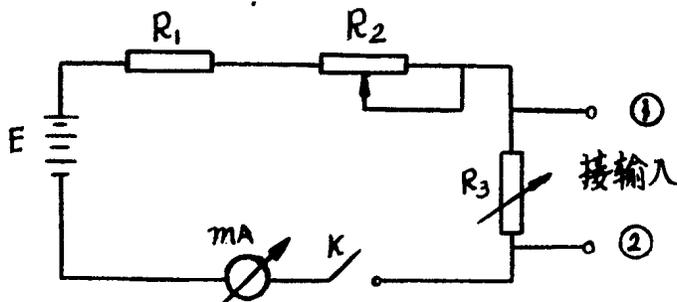

图2 直流毫伏信号发生器
- (1) 将接线板之⑦⑧端子接上 $3\text{ K}\Omega$ 模拟负载电阻。
- (2) 将接线板之④⑤端子接锰铜线绕电阻 (阻值相当于电热偶电势为零的温度下, 冷端温度补偿之电阻值)。⑤⑥端子短接。
- (3) 将接线板之⑩⑪端子接120V 稳压电源。
- (4) 将接线板之①②端子接模拟信号：如图2 (暂不开启开关K)。
(1) 将接线板之⑦⑧端子接上 3 K Ω 模拟负载电阻。
(2) 将接线板之④⑤端子接锰铜线绕电阻(阻值相当于热电偶电势为零的温度下冷端温度补偿电阻), ⑤⑥端子短接。
(3) 将接线板之⑩⑪端子接120 V 稳压电源。
(4) 将接线板之①②端子接模拟信号如图 2。
(5) 预热 3 分钟从输出测量孔接入毫安表观察输出。
(6) 根据被测温度下限值, 于热电偶毫伏——温度对照表上查得相应的毫伏值。
(7) 将查得毫伏值加于仪表的输入端, 调整“调零”旋钮使输出为零。
(8) 调整 R_3 将被测温度上限相对应的毫伏值加以输入端, 调整“量程”旋钮使输出为10mA。
(2) 将接线板之④⑤端子接热电偶冷端温度补偿铜电阻; ⑤⑥端子短接。
(4) 将接线板之①②端子接模拟信号, 如图 2。
(6) 根据被测温度下限值, 于热电偶毫伏——温度对照表上, 查得相应的毫伏值。
(7) 将查得的毫伏值减去热电偶冷端电势后加于仪表输入端, 调整“调零”旋钮使仪表输出端为零。
(8) 调整 R_3 将被测温度上限相对应的毫伏值加于仪表输入端, 调整“量程”旋钮使输出10mA。
如此反复直至零点和满刻度同时校准为止, 图 2 之直流毫伏发生器, 基本上能够满足调整要求, 当零点压缩值或者满刻度值, 需要比0.1mA更小的刻度时, 取压电阻 R_3 两端的电压信号最好用 U J I 型直流电位差计来测量。